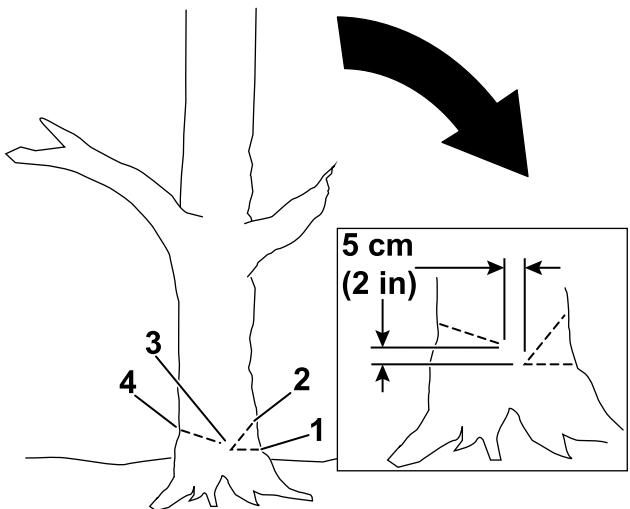

Figura 16
| 4. Haga el primer corte de un tercio del diámetro del árbol en el lado hacia donde desea que caiga el árbol ( <a href="#">Figura 16</a> ). |                    |
| 5. Haga un segundo corte para formar una cuña, empezando el corte al menos 5 cm (2") por encima del primer corte ( <a href="#">Figura 16</a> ).                          |                   |
| 6. Haga el corte de caída desde el lado opuesto a la cuña y unos 5 cm (2") por encima de la parte inferior de la cuña, como se muestra en la <a href="#">Figura 16</a> . |                   |
**Importante:** Detenga el tercer corte a 2.5 a 5 cm (1" a 2") de la cuña para formar una bisagra entre los cortes (Figura 16), que evitará que el árbol caiga en la dirección incorrecta o que gire al caer.
**Nota:** A medida que el corte de caída se acerque a la bisagra (Figura 16), el árbol debe empezar a caer.